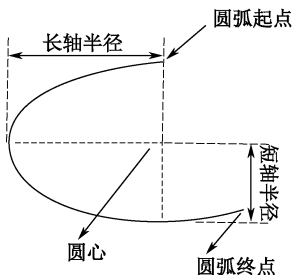

图 2.4.8 圆弧五要素
(3) : 该工具用来绘制圆弧, 如图 2.4.8 所示。绘制一个圆弧有五要素, 即圆心、长轴半径、短轴半径、圆弧起点、圆弧终点。